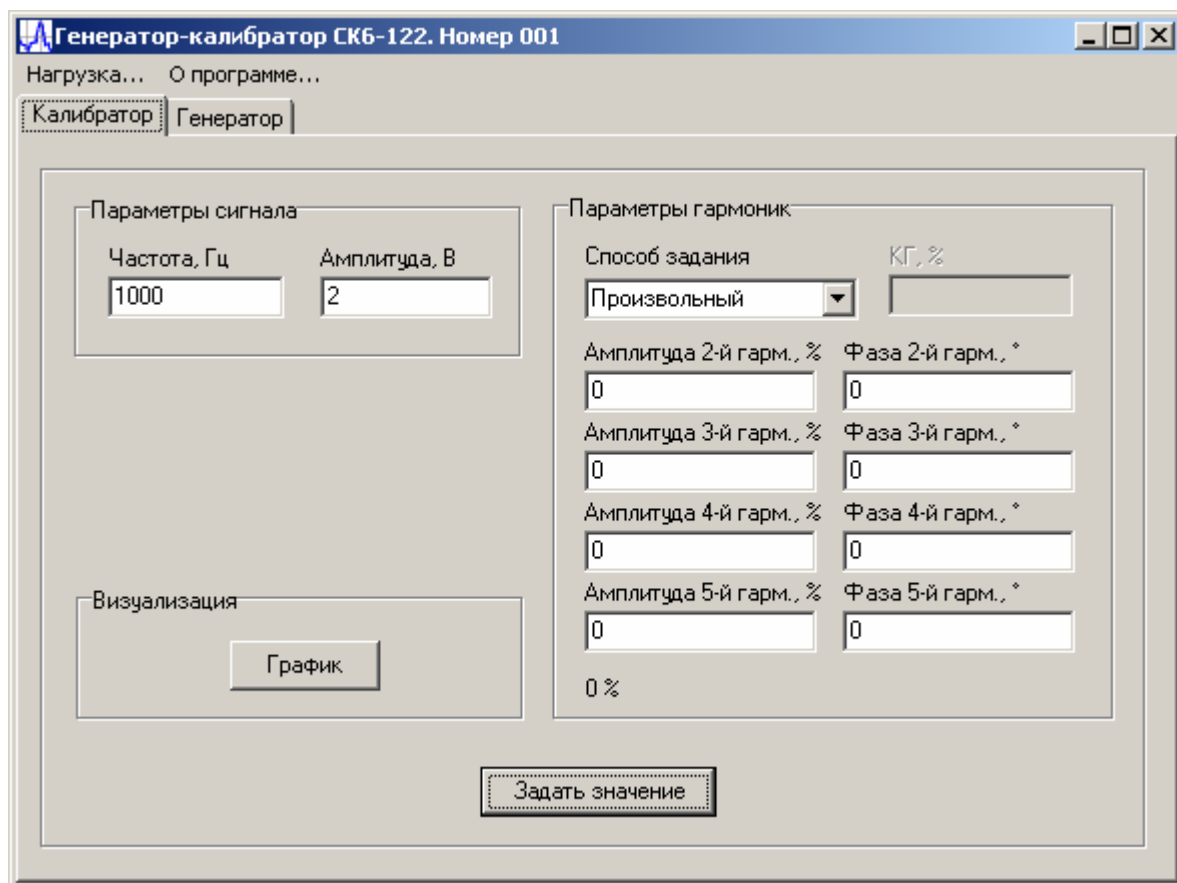

Рисунок 4. Общий вид программы управления генератором-калибратором СК6-122
5.3 Меню «Способ задания» служит для выбора различных типов распределения Кг по четырем высшим гармоникам (см. рисунок 4) при генерации выходного сигнала. В режиме «Произвольный» (см. рисунок 4) для задания значения Кг доступны все 4 высшие гармоники. Кроме того, есть возможность индивидуально для каждой гармоники задавать фазу в градусах относительно первой гармоники. Этот режим рекомендуется использовать при малых значениях Кг (менее 0,01%). При этом значение Кг нельзя распределять по двум и более высшим гармоникам, так как это приведет к некорректным результатам.
Для работы прибора в режиме калибратора необходимо переключиться на вкладку «Калибратор» (см. рисунок 4), указать частоту, наибольшее значение выходного сигнала и значение  $K_g$ . Значение  $K_g$ , как было показано выше, можно устанавливать либо на одной гармонике, либо распределять его по различным гармоникам заранее определенными или произвольными способами, в том числе формировать сигналы, подобные сигналам калибраторов СК6-10 и К2С-57.